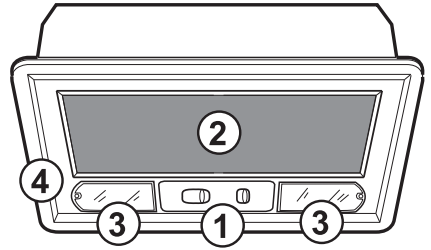

Рис.1
2. Выньте загрязненные жирулавливающие фильтры, потянув ручки назад, а затем вниз (**Рис. 1**).
2. Снимите жирулавливающий фильтр (**Рис.1**) и опорную рамку этого фильтра (**Рис.2** - пп. **a-b**).